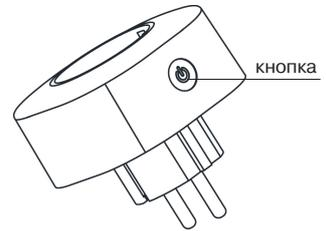

Рисунок 1
7.3 Убедитесь в наличии прерывистой индикации зеленого цвета. При ее отсутствии нажмите и удерживайте кнопку (рис. 1) в течение 10 с до появления прерывистой индикации зеленого цвета, после этого отпустите кнопку.